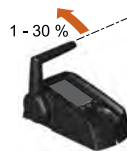

Fig. 31: Plage de 1 à 30 %
4. Placez la manette de commande sur la plage de 1 à 30 %, voir "**Fig. 31: Plage de 1 à 30 %**".